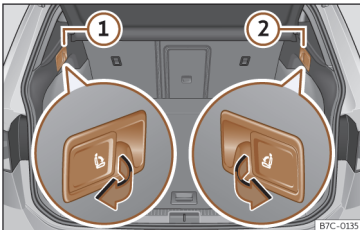

Fig. 77 Dans le coffre à bagages : leviers de déverrouillage du dossier arrière.
- Tirez le levier de déverrouillage à distance de la partie gauche >>> **fig. 77** ① ou droite ② du dossier dans le sens de la flèche. La partie débloquée du dossier arrière se rabat automatiquement vers l'avant.